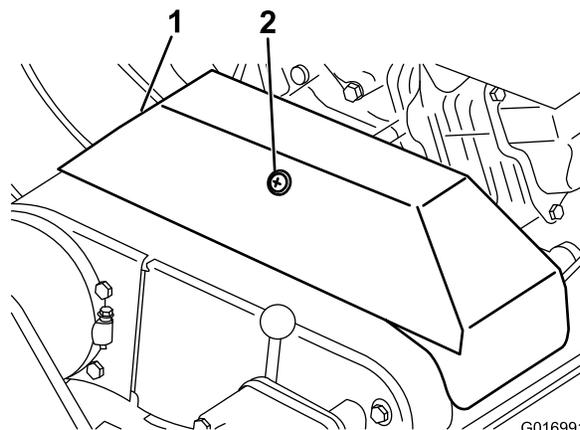

図 39
- V ベルトカバーを固定しているリテーナをゆるめて、カバーを開ける（図 39）。
2. V ベルトカバーを固定しているリテーナをゆるめて、カバーを開ける (図 39)。